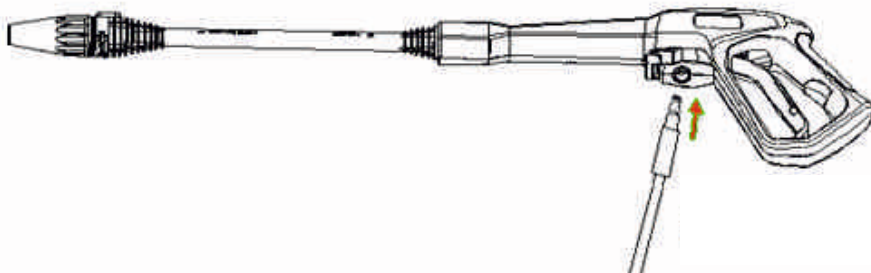

Рис. 4
- Подсоедините шланг высокого давления к пистолету, как показано на Рис. 4